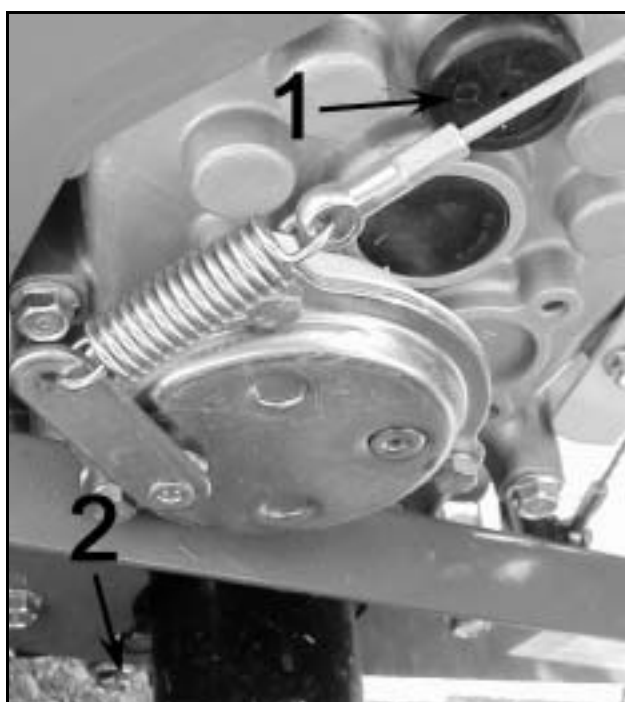

Figure 9
Niveau d'huile de transmission (Figure 9) :
- Enlevez le bouchon de remplissage d'huile (figure 9, repère 1). Si le niveau est correct, l'huile doit affleurer le point bas du logement du bouchon. S'il manque de l'huile, remettez une huile pour transmission 80W90 API GL4.
- L'huile doit être échangée au première 20 heures d'utilisation, puis toutes les cent heures. La vidange se fait par le bouchon de vidange (figure 9, repère 2).